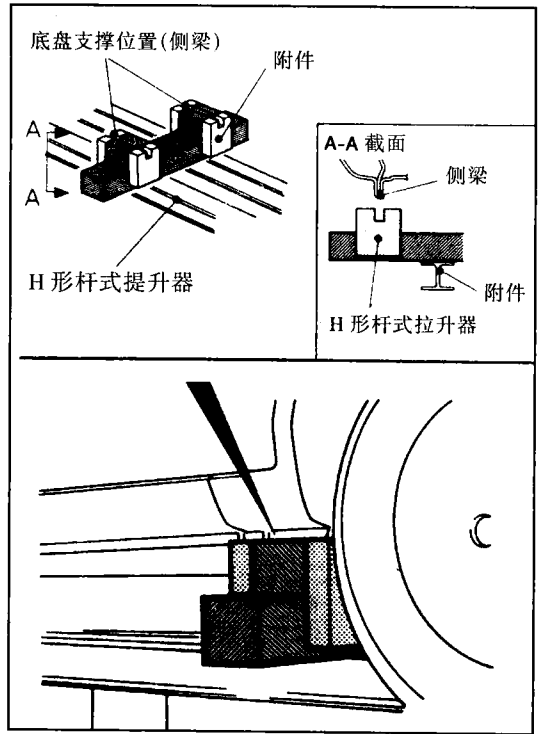

图 0-14
②把 H 形杆式提升器上的支撑附件放在规定的底盘支撑位置, 如图 0-14 所示。